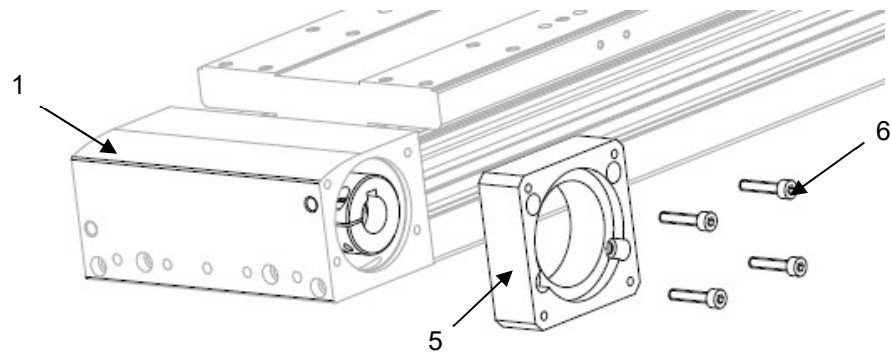

Рисунок 4 – Установка корпуса
- 2) Установите корпус монтажного комплекта (поз. 5) на модуль (поз. 1) с помощью винтов (поз. 6) (см. рисунок 4);